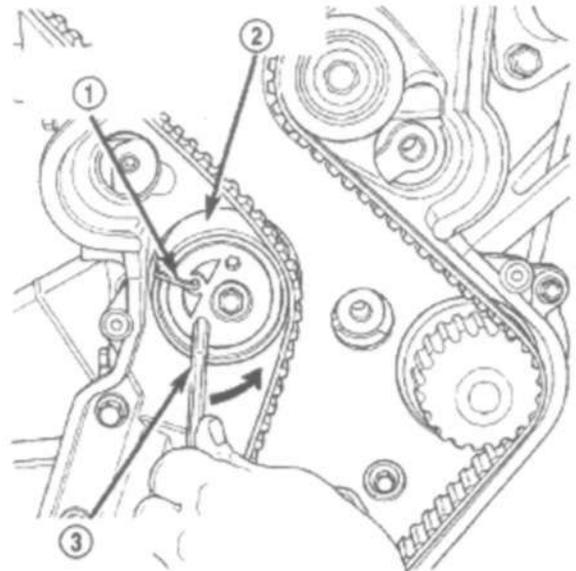

Рис. 103 Фиксация натяжителя привода ГРМ
(10) Вставить шестигранный ключ на 6 мм в натяжитель ремня. Перед поворотом натяжителя вставьте длинный конец шестигранного ключа на 1/8" или 3 мм в отверстие пальца в передней части натяжителя (Рис.103). При повороте натяжителя против часовой стрелки слегка нажать на шестигранный ключ 1/8" или 3 мм так, чтобы он зашел в отверстие.
(11) Снять ремень ГРМ.